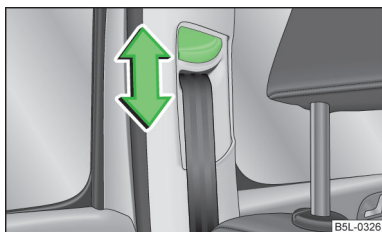

Fig. 139
- Premere il rinvio nella direzione desiderata, verso l'alto o verso il basso » fig. 139.